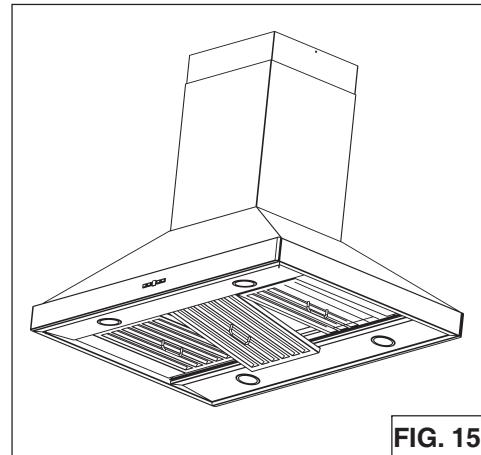

FIG. 15
1. Para quitar el filtro de grasas, (Fig.15) empuje el filtro hacia el frente hasta que se libere de la guía, después tire del filtro para soltarlo de la campana. Inclinar filtro y quitar.